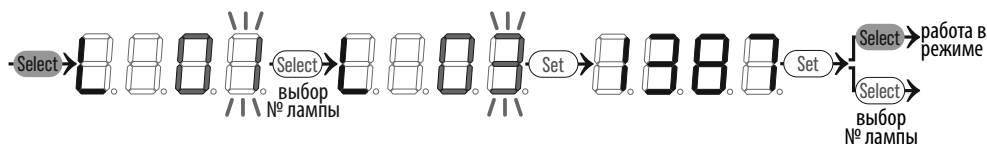

Рисунок 12.7. Индикация времени наработки отдельной лампы (например, лампы №3)
10.8.3. Для выхода из режима просмотра времени наработки отдельной лампы следует нажать кнопку «Select» и удерживать её в течение 3 секунд. Пример индикации в данном режиме показана на рис. 12.7.